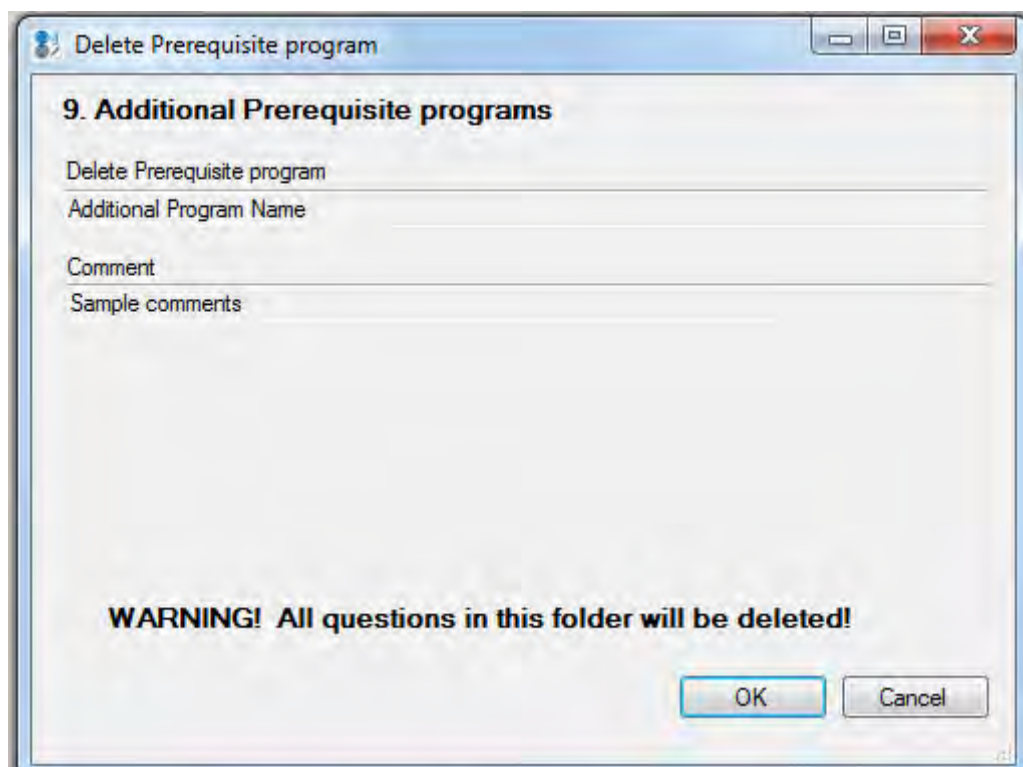
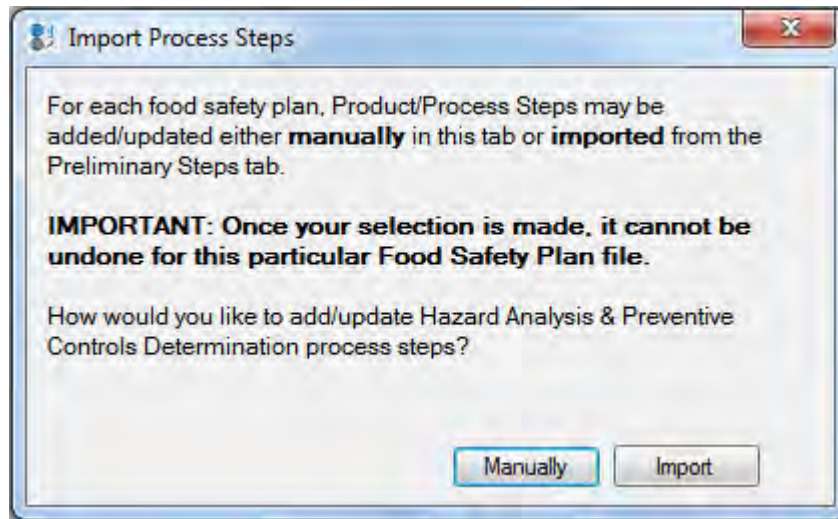

図36: 追加の前提条件プログラムの削除の確認
図37: プロセス手順インポートの選択肢
- b) “Import Process/Product Names . . . *Preliminary Steps* tab (“事前準備ステップ”タブからプロセス／製品名および関連のプロセス手順をインポートする(図36)”を選択する。事前準備ステップタブからのプロセス手順が、各プロセス手順に関して回答すべき質問と共に表示される(図37)。注: フロー図のプロセス手順に変更を加える場合は、*Preliminary Steps* (事前準備)に戻る必要がある。これらの変更を “Hazard Analysis and Preventive Controls Determination (危害分析および予防管理の決定)”に反映させたい場合、再び “Import Process/Product Names and associated Process Steps (プロセス／製品名および関連のプロセス手順をインポートする)”を選択する。